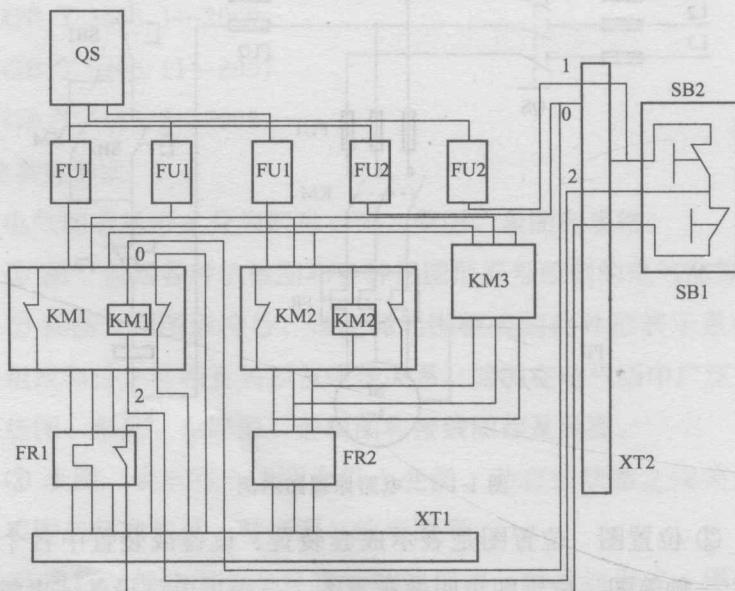

图 1-1-3 接线示意图示例
③ 接线图 接线图是表示设备、成套装置或装置连接关系的简图，接线图是在电路图和位置图的基础上编制的，它可以单独使用，也可组合使用。图 1-1-3 是接线示意图示例。